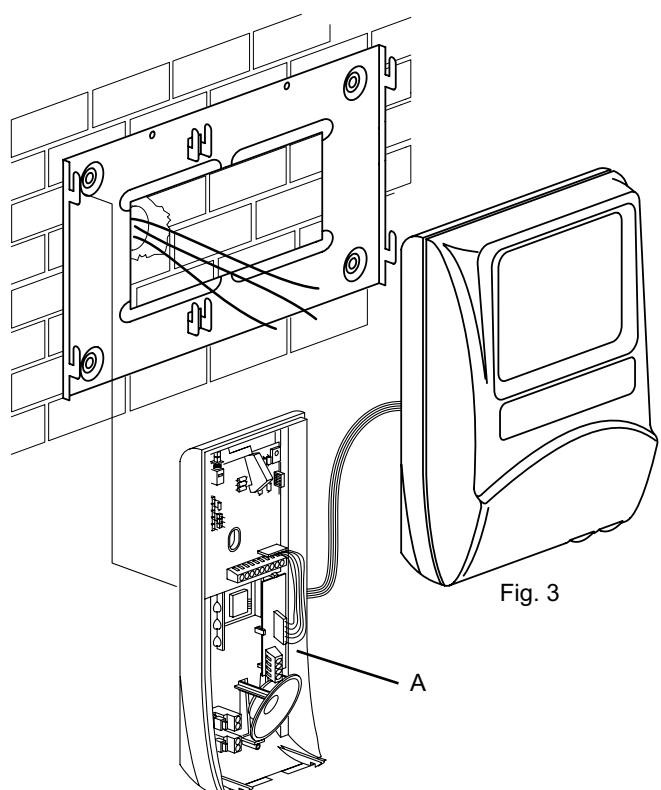

Fig. 3
- Fig. 3- Inserire il fondo del citofono sulla parte sinistra della staffa infilandolo nelle apposite sedi e tirandolo verso il basso fino al suo completo bloccaggio.
- Fig. 3 - Mount the interphone base on the left hand side of the mounting bracket by hanging it over the hooks and pushing it down until it is locked in place.
- Fig.3 - Monter la base (ou socle) du poste sur la partie gauche de la plaque en la fixant sur les supports ad hoc (crochets de suspension) et en la tirant vers le bas jusqu'en butée.
- Fig. 3 - Insertar el fondo del interfono en la parte izquierda del soporte insertándolo en los asientos apropiados y jalándolo hacia abajo hasta su completa sujeción. Insertar la ficha suministrada con el monitor Art. 732V dentro del interfono en su asiento apropiado (Particular A). Conectar la ficha al interfono por medio del conector CN1 y el monitor a la ficha por medio del conector CN2.
- Fig. 3 - Inserir a base do telefone na parte esquerda do suporte encaixando-a nas respectivas sedes e depois empurrando-a para baixo até à sua completa fixação.